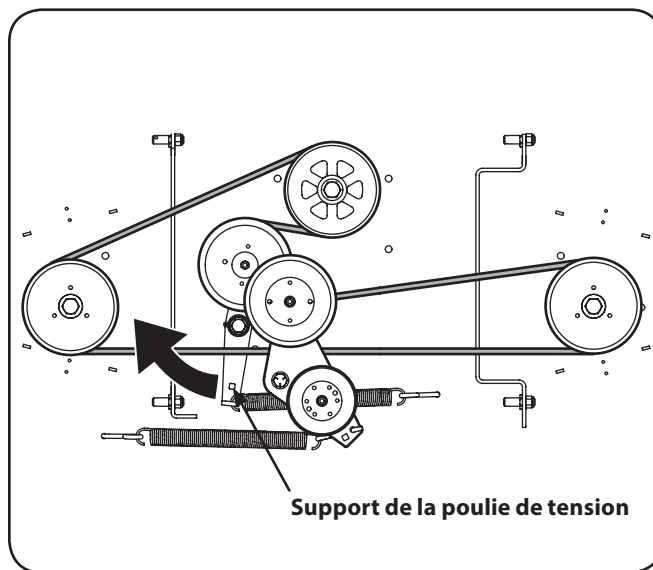

Figure 7-7
5. À l'aide d'un bras de force de $\frac{1}{2}$ ", insérez l'extrémité mâle dans l'ouverture carrée de $\frac{1}{2}$ " de l'ensemble de la poulie de tension et faites pivoter la poulie dans le sens horaire. Voir Figure 7-7. Pendant que vous retenez la poulie de tension, desserrez la courroie du plateau de coupe et faites glisser la courroie hors de la poulie.
6. Installez la courroie neuve comme indiqué à la Figure 7-7. Installez ensuite le plateau de coupe et la courroie de la prise de force selon les instructions de la page 34.